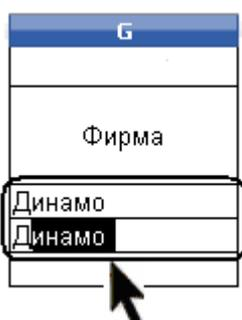

Рис. 7.1. Автозавершение ввода данных
- а) При вводе текстовых данных в ячейки одного столбца можно воспользоваться **методом автозавершения** (стр. 10). Если несколько первых символов, вводимых в ячейку, совпадают с символами записи, ранее введенной в этом столбце, то эта запись при вводе отображается в ячейке (рис. 7.1) и недостающая часть записи может быть введена автоматически. Для этого достаточно нажать клавишу Enter. Если же необходимо ввести другую информацию, то следует продолжать ввод данных. Автоматический ввод производится только для записей, которые содержат текст или текст в сочетании с числами. Записи, полностью состоящие из чисел, дат или времени, необходимо вводить самостоятельно.